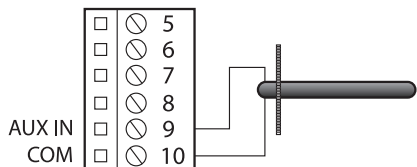

Figure 5 - Raccordement de l'entrée auxiliaire
- Raccordement : Branchez la sonde (thermistance 10KΩ type 3) aux bornes 9 et 10 (voir fig. 5)
- Raccordement : Branchez la sonde à distance (thermistance 10KΩ type 3) aux bornes 9 et 10 (voir fig. 5)